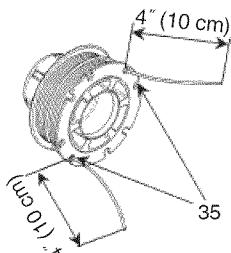

Fig. 31
(4) Pulse cada línea en los orificios del tope (35), dejando los extremos sueltos aprox. 4" (10 cm) de largo. (Fig. 31)